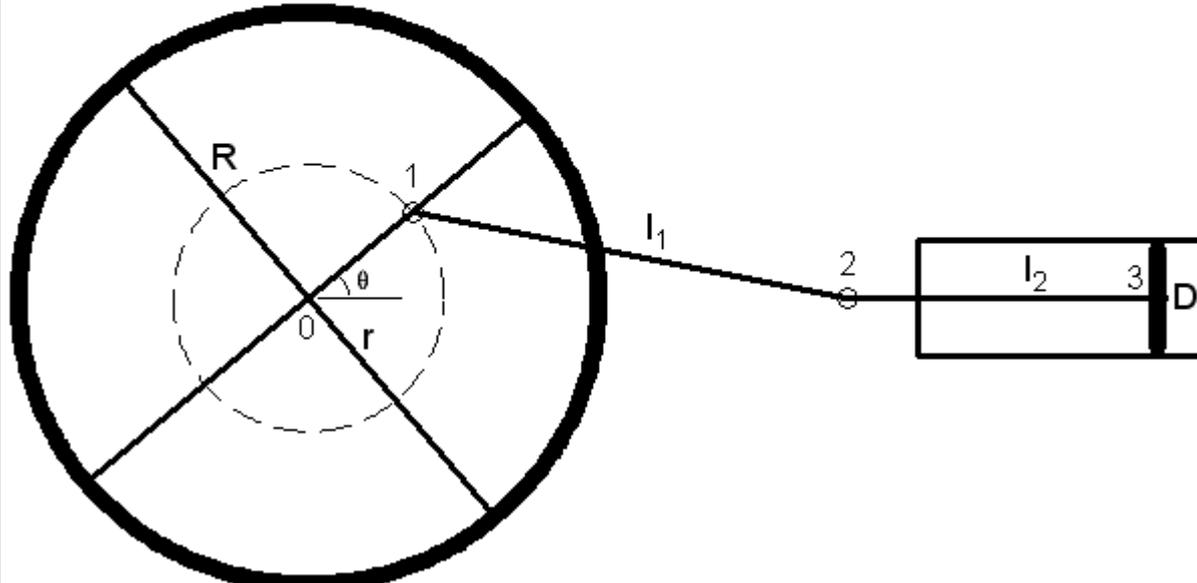
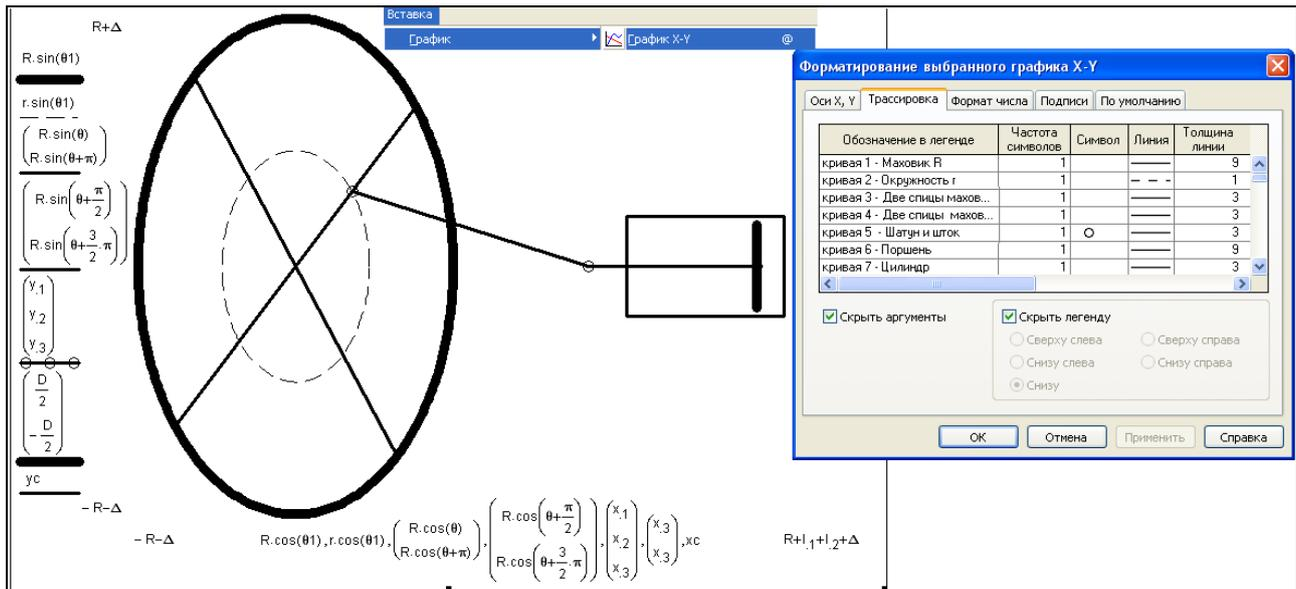
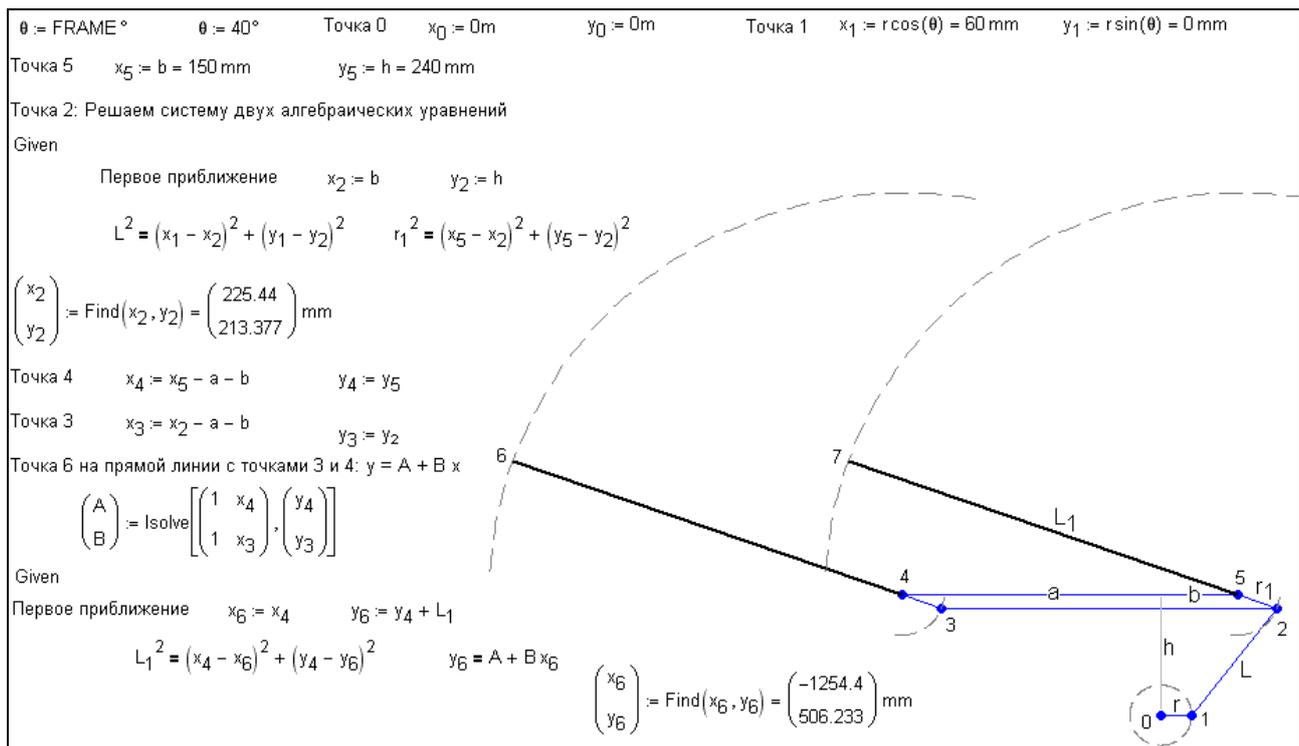
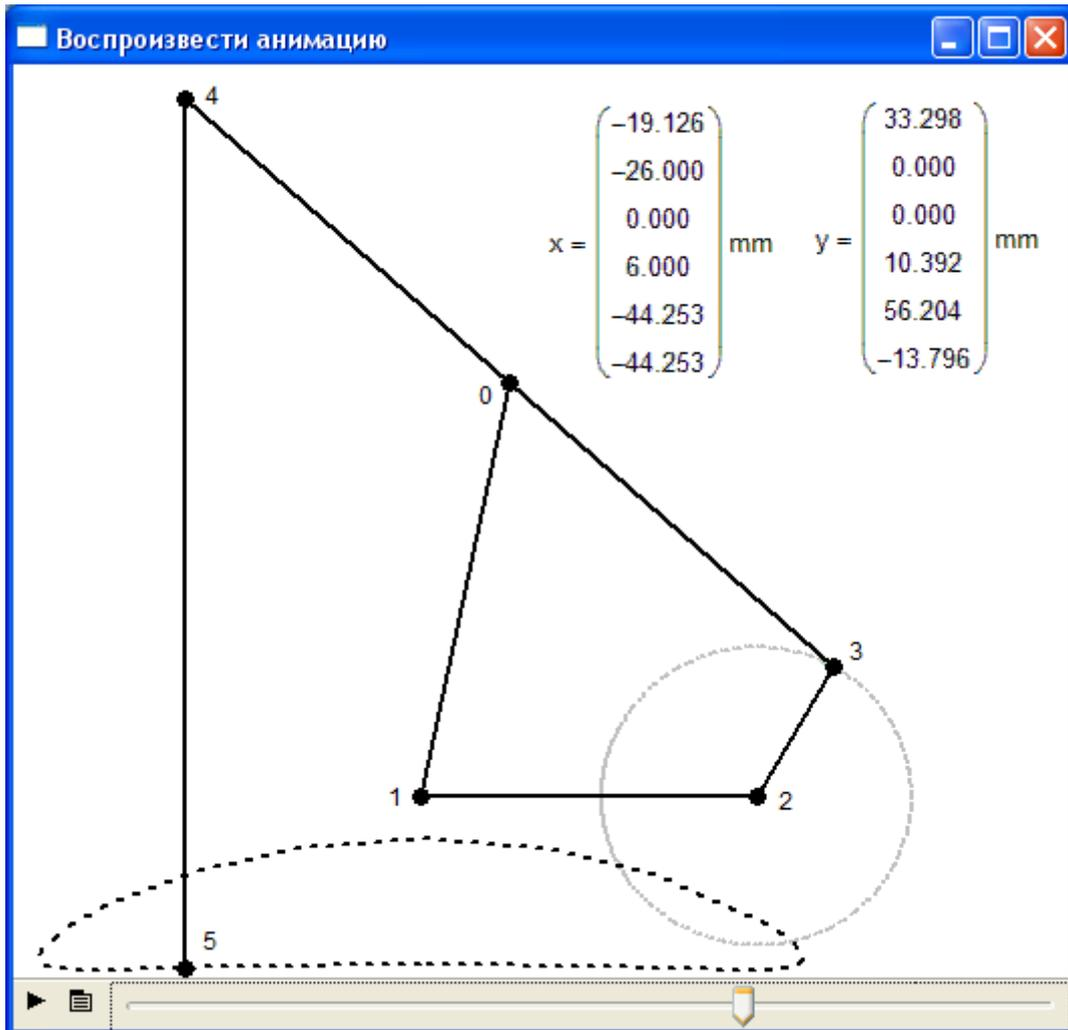

Рис. 1. Mathcad-документ, рисующий паровую машину
Рис. 2. Форматирование графика – схемы паровой машины
Рис. 5. Задача о дворниках автомобиля
Рис. 6. Стопоходящая машина Чебышева
На рис. 1 показан Mathcad-документ, рисующий, а затем анимирующий горизонтальную паровую машину, вернее, ее центральную часть, состоящую из маховика, шатуна, штока, поршня и цилиндра.
В начале расчета с помощью оператора присваивания ( $:=$ ) задаются исходные данные: радиус маховика  $R$ , радиус окружности  $r$ , по которой будет вращаться левый конец шатуна, длина шатуна  $l_1$ , длина штока  $l_2$  и диаметр поршня  $D$ . После этого устанавливается угол поворота маховика  $\theta$ . В расчете, показанном на рис. 1, эта величина задается двумя операторами  $\theta := \text{FRAME}^\circ$  и  $\theta := 40^\circ$ . При отладке программы будет работать второй оператор: можно будет вручную менять угол поворота маховика в диапазоне от  $0^\circ$  до  $360^\circ$  и видеть, как меняется взаиморасположение частей паровой машины. При создании анимации (об этом будет подробно сказано ниже) оператор  $\theta := 40^\circ$  нужно будет отключить (это делается с помощью специального переключателя, появляющегося после нажатия правой кнопки мыши, когда курсор находится на данном операторе; у выключенного из расчета оператора справа появляется метка – черный квадратик с правой стороны) или стереть совсем, чтобы заработал первый оператор  $\theta := \text{FRAME}^\circ$ . Системная переменная **FRAME** по умолчанию равна нулю и угол  $\theta$  будет иметь нулевое значение. Но при создании анимации пакет Mathcad будет сам менять значение переменной **FRAME**, устанавливая разный угол поворота маховика:  $0^\circ$ ,  $1^\circ$ ,  $2^\circ$  и т.д. до  $360^\circ$ .
Чтобы получить изображение паровой машины нужно рассчитать координаты точек 1, 2 и 3 в зависимости от значения угла  $\theta$ . Это делается в области Mathcad-документа (рис. 1) с именем Решение. Решение задачи заключено в область для того, чтобы ее, эту область можно было *свертывать* и видеть рисунок паровой машины сразу после операторов задания угла поворота маховика  $\theta$ . Это упрощает процесс отладки программы: не нужно будет менять значение  $\theta$ , а потом прокручивать экран дисплея по вертикали, чтобы увидеть рисунок. Свертывается область командой из списка, выпадающего при нажатии правой кнопки мыши. Вставляется область в расчет командой из меню Вставка. Область можно также защитить (с паролем или без пароля) от редактирования.
Более-менее сложный расчет требуется провести при определении ординаты точки 2 – значения переменной  $x_2$ : аналитически (символьно) решается уравнение длины шатуна. Это нелинейное уравнение, вытекающее из теоремы Пифагора, имеет два решения (корня) – шатун с заданными длиной  $l_1$  и координатами точки крепления на маховике ( $x_1$  и  $y_1$ ) может находиться слева или справа от маховика. Оператор символьной математики `solve,  $x_2$`  возвращает два решения в виде вектора. Первый элемент этого вектора мы возьмем в качестве решения нашей задачи – координаты  $x_2$ . Операторы  `$l_1:=l_1$ ,  $y_1:=y_1$ ,  $x_1:=x_1$  и  $y_2:=y_2$` , записанные перед оператором `solve,  $x_2$` , «глушат» численные значения переменных  $l_1$ ,  $y_1$ ,  $x_1$  и  $y_2$  для того, чтобы оператор `solve,  $x_2$`  вернул выражения, а не численные значения выражений. Операторы символьной математики (на рис. 1 они прописаны на сером фоне) после их использования можно убрать из расчета. Но мы их оставили, чтобы пояснить его ход. По правде говоря, уравнение положения штока можно решить и в уме без привлечения компьютерной математики аналитических (символьных) преобразований. Но мы эти инструменты задействовали для того, чтобы показать, как символьная математика может помогать решать задачи в среде пакета Mathcad.
На рис. 2 зафиксирован процесс вставки, заполнение и форматирования декартового графика, с помощью которого рисуется паровая машина. У графика семь кривых, описание которых (семь пар выражений) представлено на осях графика и перечислено в окне форматирования графика:
- Кривая 1. Окружность маховика паровой машины рисуется так. Задается переменная  $\theta_1$ , хранящая не скалярное значение, а дискретные значения угла от  $0^\circ$  до  $360^\circ$  с шагом  $1^\circ$  (см. оператор в нижней части области Решение на рис. 1). На графике (рис. 2) строится так называемая параметрическая кривая с выражениями  $R \cdot \sin(\theta_1)$  на оси Y и  $R \cdot \cos(\theta_1)$  на оси X, что и позволяет нарисовать окружность с радиусом R.
Размер графика нужно установить таким, чтобы маховик выглядел круглым (см. рис. 1 – на рис. 2 маховик выглядит овальным из-за того, что пропорции графика несколько искажаются при его форматировании). Изменение размера графика ведется протяжкой мышкой его рамки. Кроме того, при создании анимации нужно зафиксировать разброс графика по его осям. По умолчанию пакет Mathcad сам устанавливает этот разброс, ориентируясь на максимальные и минимальные значения величин по осям абсцисс и ординат, которые могут меняться. Но в процессе создания анимации этот разброс должен быть зафиксирован: на концах графика мы записали  $-R-\Delta$  и  $R+\Delta$  (ось X) и  $-R-\Delta$  и  $R+l_1+l_2+\Delta$  (ось Y), где  $\Delta$  – это некий зазор не только для цилиндра паровой машины (см. выше) но и для графика. Если разброс графика не зафиксировать, то анимация будет «кривая»: окружность будет деформироваться в эллипс и т.д.
На рис. 5 помещен расчет с помощью пакета Mathcad узловых точек кинематической схемы автомобильных дворников (параллелограмм, одну из вершин которого «шевелит» кривошип) в зависимости от угла поворота электродвигателя. Сердцевинной расчета является определение координат точки 2. Здесь уже нужно будет решать не одиночное уравнение, как это было в случае с паровой машиной (рис. 1), а *систему* двух нелинейных алгебраических уравнений. И решать эту систему мы будем не аналитически (символьно), а численно через блок Given-Find (Дано-Найти), встроенного в Mathcad (см. рис. 5). Численное решение системы уравнений требует первого приближения к решению, которое задается операторами  $x_2 := b$  и  $y_2 := h$ . Тут очень важно задать правильное первое приближение, чтобы блок Given-Find выдавал «правильное» решение во всем диапазоне изменения угла  $\theta$  от  $0^\circ$  до  $360^\circ$ . Ведь,
и определять значения коэффициентов **A** и **B**, а затем решить еще одну систему двух уравнений, одно из которых нелинейно, и находить координаты точки 6. Когда координаты всех точек определены, легко можно создать анимацию движения дворников автомобиля по методике, описанной выше для паровой машины – см. рис. 2 и 3.
На рис. 6 показана кинематическая схема одной «ноги» стопоходящей машины Чебышева, траектория движения ее точки 5 и распечатка векторов  $x$  и  $y$  – координат ее шести узловых точек, две из которых (1 и 2) неподвижны относительно начала координат, лежащей на второй точке4. Отрезок прямой 2-3 совершает круговое движение вокруг точки 2.
Координаты точки 0 можно найти, решив систему двух алгебраических уравнений, как мы это делали в задаче о дворниках автомобиля (рис. 5). Предлагаем читателю самому написать Mathcad-документ создания анимации движения «ноги Чебышева» по методикам, описанным выше. Расстояния между точками мы не указываем – их можно просто измерить, прикладывая линейку к рис. 6. Наиболее сложно будет заставить Mathcad рисовать траекторию движения точки 5 (точки 4 – линия 4-5 строго вертикальна и ее можно совсем